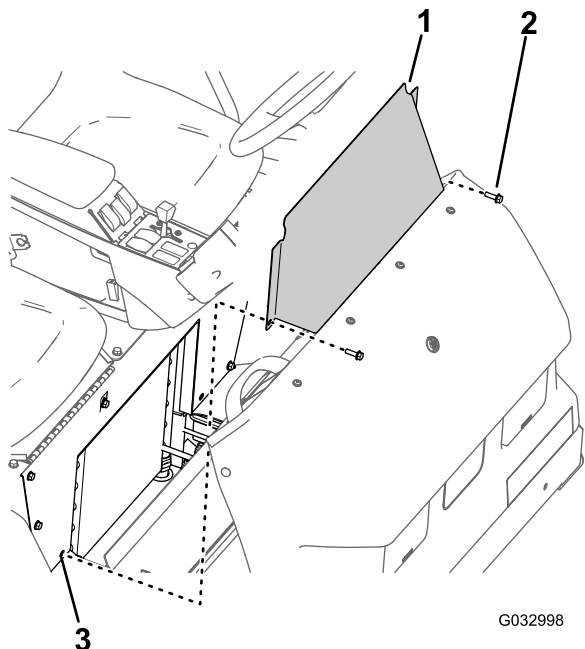

Рисунок 60
- Выверните два болта с фланцевыми головками, которые крепят панель доступа к основанию сиденья (Рисунок 60).
- Снимите панель доступа к основанию сиденья с машины (Рисунок 60).
- Совместите отверстия в панели доступа к основанию сиденья с отверстиями в основании сиденья (Рисунок 60).
- Прикрепите панель доступа к основанию сиденья с помощью двух болтов с фланцевыми головками (Рисунок 60), снятыми при выполнении пункта 1 раздела Демонтаж панели доступа к основанию сиденья (страница 60).